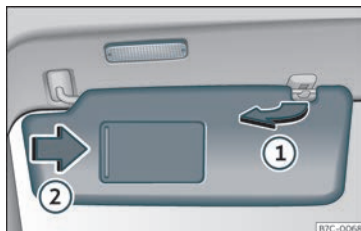

Fig. 96 Parasol.
- O parasol pode sacarse da fixación e xirarse cara á porta >>> fig. 96 ①.